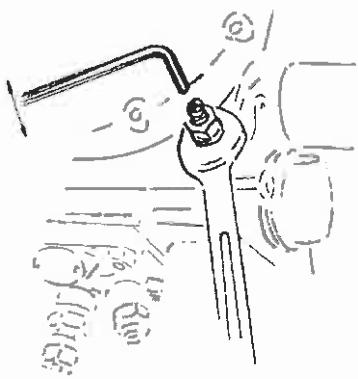

Fig. D 8
- Libérer l'écrou a (fig. D 8).
- Slacken off nut a (fig. D 8).